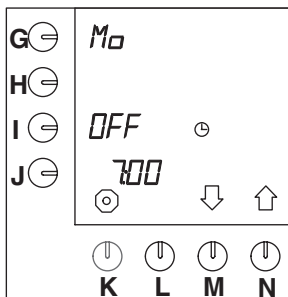

Fig. 43 Containervoorverwarming
- In het display verschijnt "uit" op de positie naast programmeertoets (I.) (fig. 43).